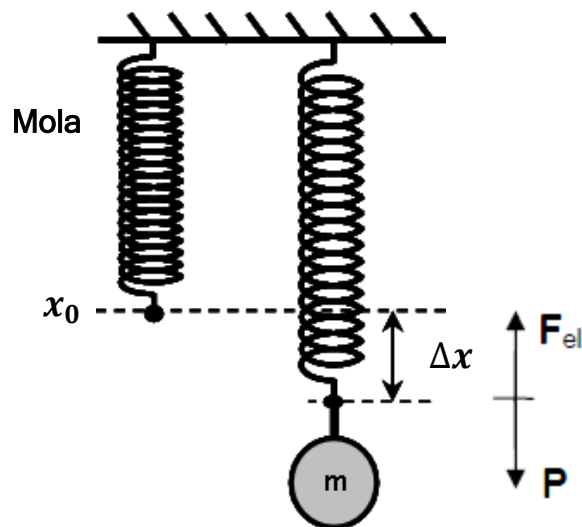

Figura 1. Ilustração de uma mola distendida por uma massa  $m$ .
Onde:  $F_{el}$  é conhecida como força elástica e corresponde a força aplicada à mola (N). A constante elástica  $k$  da mola depende principalmente do tipo de material que a mola é fabricada e de suas dimensões. Sua unidade é newton por metro (N/m). O valor  $\Delta x$  é denominado de alongação (m), que corresponde à diferença entre sua posição distendida e a posição inicial da mola  $x_0$  (Figura 1).